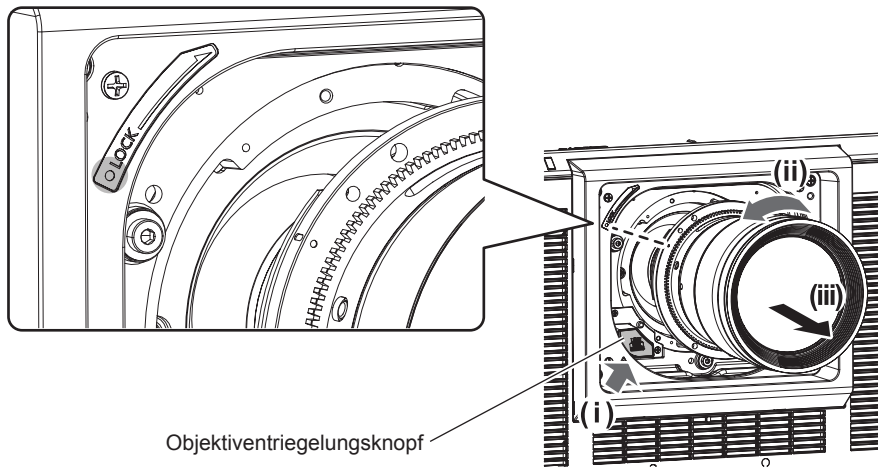

Abb. 1
- 2) Entfernen Sie das Projektionsobjektiv, indem Sie es gegen den Uhrzeigersinn drehen, während Sie die Objektivriegelungstaste drücken. (Abb. 1)**